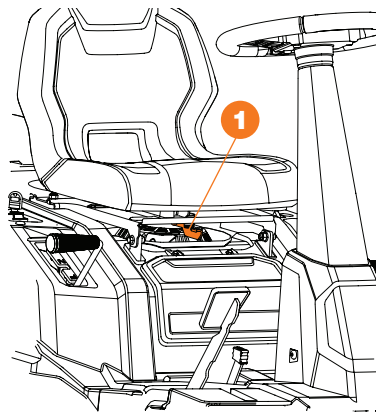

Рис. 10
- Находясь на сиденье, нажмите на рычаг регулировки сиденья **1** (Рис. 10) от себя, и, упираясь ногами в пол, двигайтесь вперед-назад до нахождения удобной позиции. После этого отпустите рычаг регулировки.